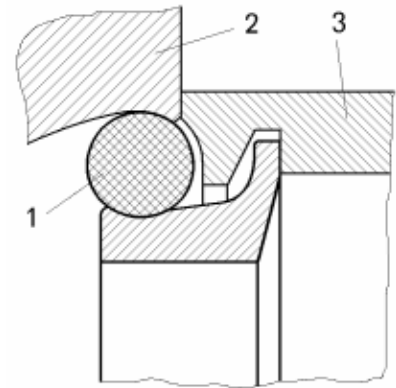
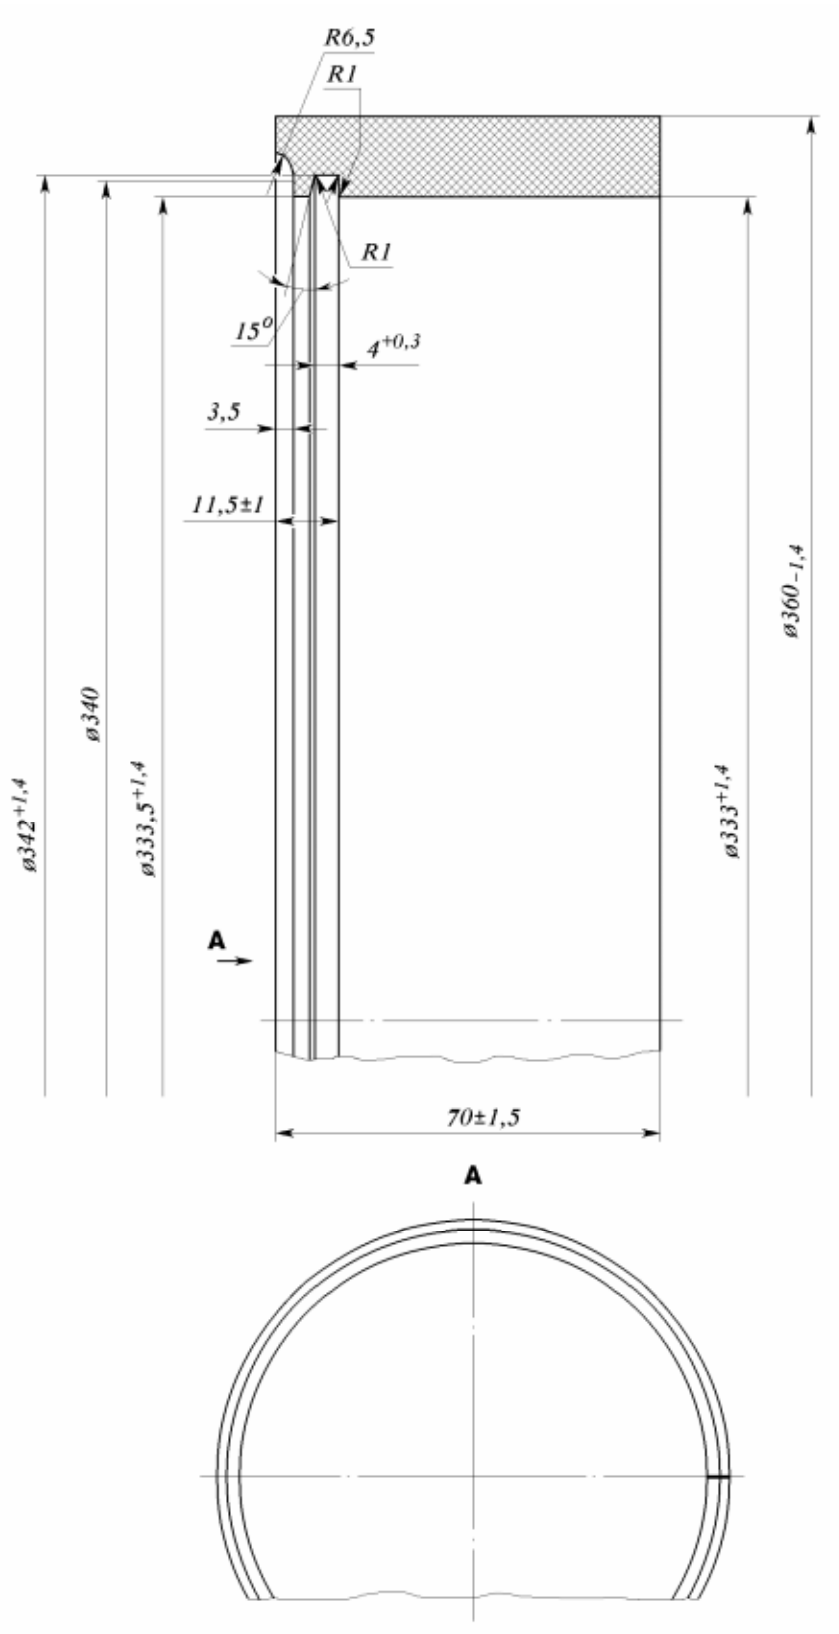
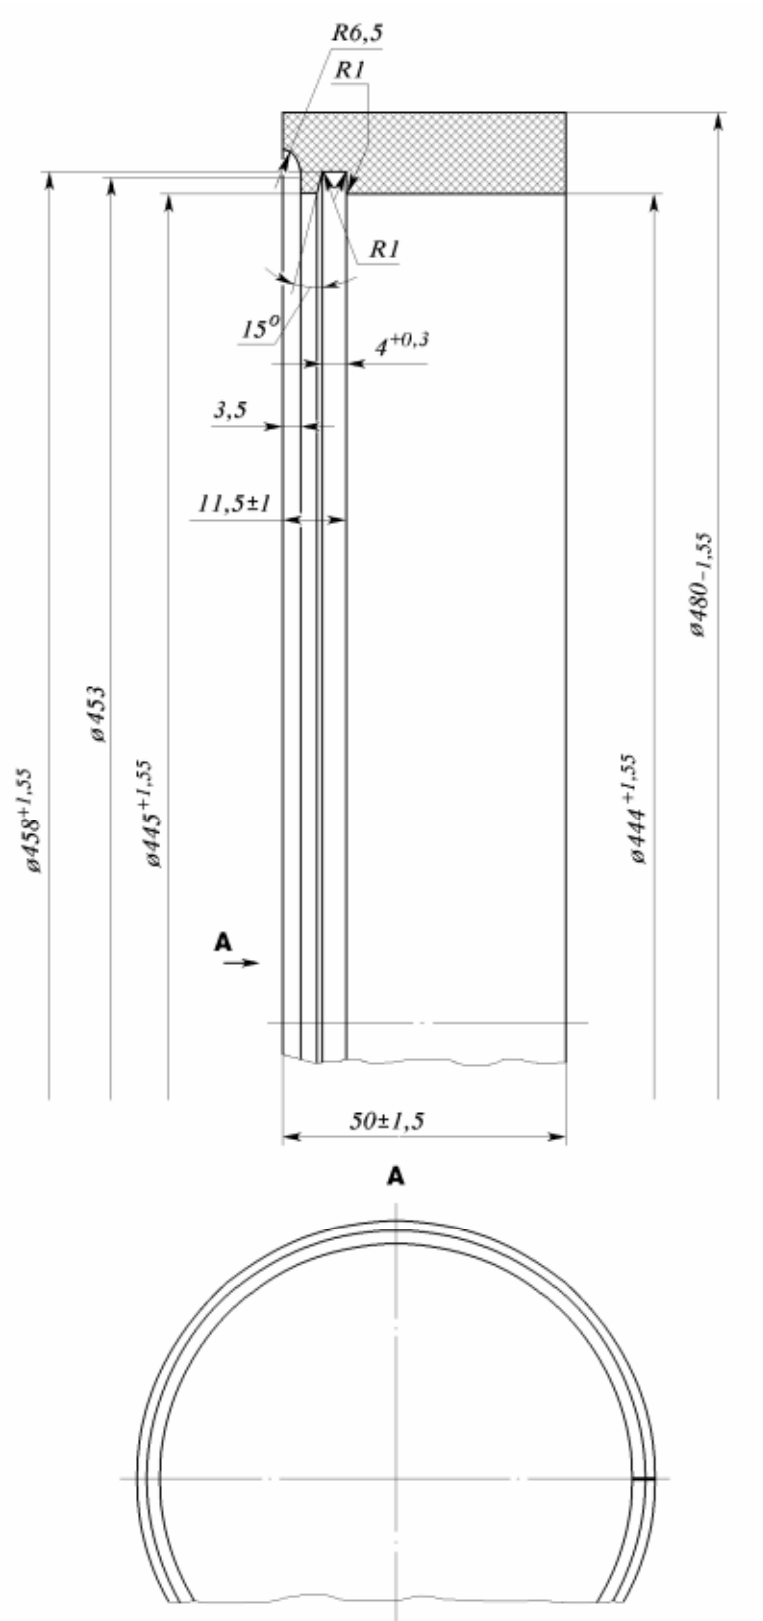

Рисунок 12.8 – Установка торцового резинометаллического уплотнения в гнездовое отверстие:
Рисунок 12.10 – Кольцо монтажное для установки торцового уплотнения (76.90Н-28А4 НН60)
Рисунок 12.11 – Кольцо монтажное для установки торцового уплотнения (76.90H-61 Si60)
3) При сборке торцевых уплотнений обезжирить посадочные поверхности и резиновые уплотнительные кольца 1 (рисунок 12.8) в трихлорэтане, перхлорэтилене или другом растворителе, не оставляющем после испарения масляной пленки, что облегчает установку уплотнительных колец под закраину канавок корпусных деталей. Эластичные кольца должны быть установлены на контактные металлические кольца без перекосов.
4) Устанавливать торцовые уплотнения в корпусные детали необходимо с использованием специального монтажного приспособления (смотри рисунок 12.8). Монтажные кольца для уплотнений 76.90 Н-28А4 НН60 (рисунок 12.10) и 76.90 Н-61 Si60 (рисунок 12.11) изготавливаются из материалов: Текстолит ПТ-70, сорт 1 ГОСТ 5-78 или Полиамид-6 (капролон В) ТУ-6-05-988-78.